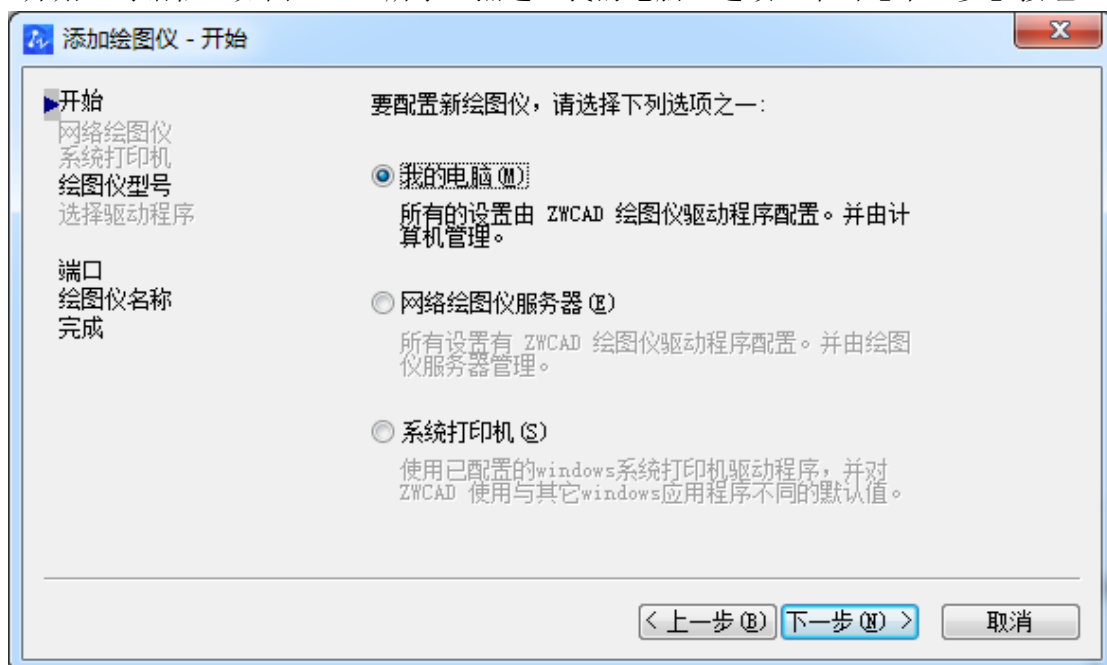

图 10-18 “添加绘图仪-开始”对话框
3) 打开“添加绘图仪-简介”对话框，单击【下一步】按钮。进入“添加绘图仪-开始”对话框，如图 10-18 所示。点选“我的电脑”选项，单击【下一步】按钮。